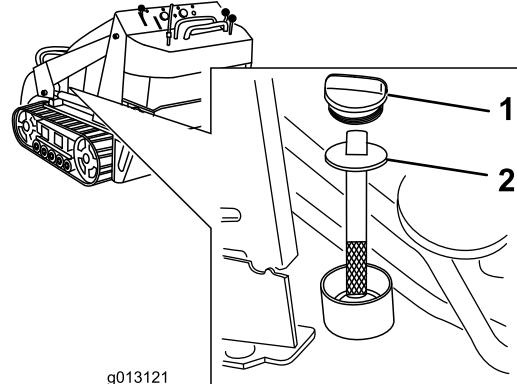

Figura 63
5. Retire el tapón y la varilla del depósito hidráulico (Figura 63).